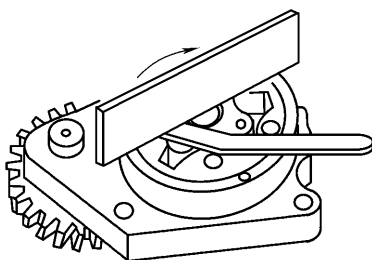

图 6-8 机油泵端隙测量
(2) 端隙测量（图 6-8） 用直尺压靠在泵体端面上，将塞尺插入内转子端面和直尺之间，测量油泵的端隙。ISL 柴油机此间隙值应为 $0.0254 \sim 0.1270\text{mm}$ ，如果端隙超出技术规范，更换机油泵。